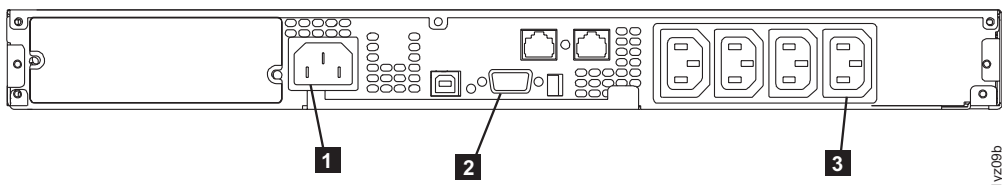

図 200. 2145 UPS-1U (背面図)
2. 2145 UPS-1U の背面で、SAN ボリューム・コントローラーの電源ケーブルを負荷セグメント・コンセント 2 (図 200 の **3**) から切り離す前に電源ケーブル・リテーナーを除去します。
3. シグナル・ケーブルを通信ポート (図 200の **2**) から切り離します。
4. 主電源ケーブルを主給電部 (図 200の **1**) から切り離します。